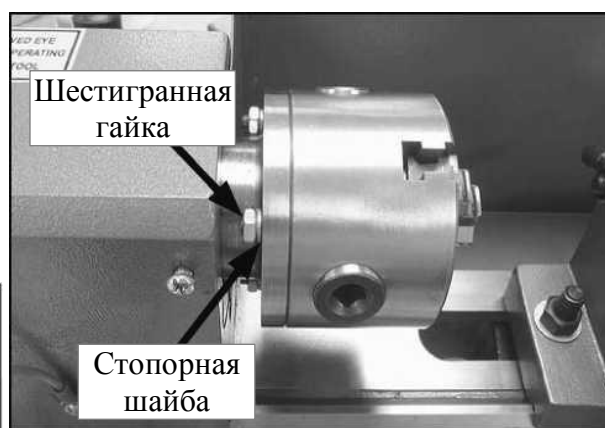

Рис. 14
5. Используйте стопорную шайбу и шестигранную гайку на каждом винте патрона, чтобы закрепить патрон (см. рис. 14) Затягивайте шестигранные гайки равномерно, небольшими порциями в несколько приемов.